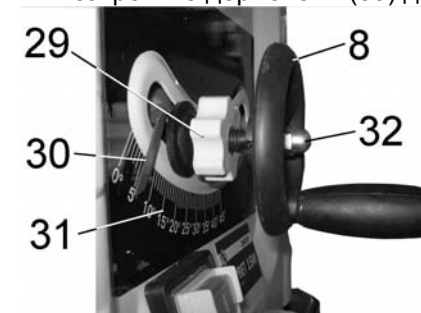

Рис.7
Маховик установки угла наклона пиления (25) предназначен для наклона пильного диска при пилении под углом 0°-45°. Поверните маховик (25) по часовой стрелке для наклона пильного диска влево до 45° и против часовой стрелки – для возврата пильного диска в вертикальное положение 0°, Рис. 2. Угол наклона пильного диска контролируется по показаниям указателя (30) на шкале (31), Рис.7.